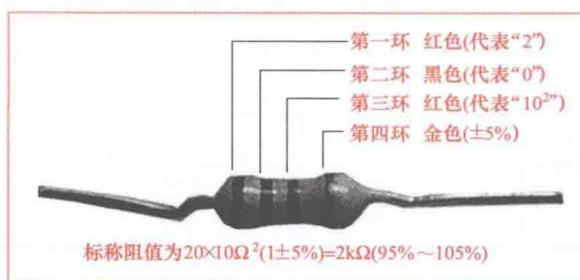

图 1-4 四环电阻器阻值与误差的识读
(2) 四环电阻器的识读。四环电阻器阻值与误差的识读如图 1-4 所示。